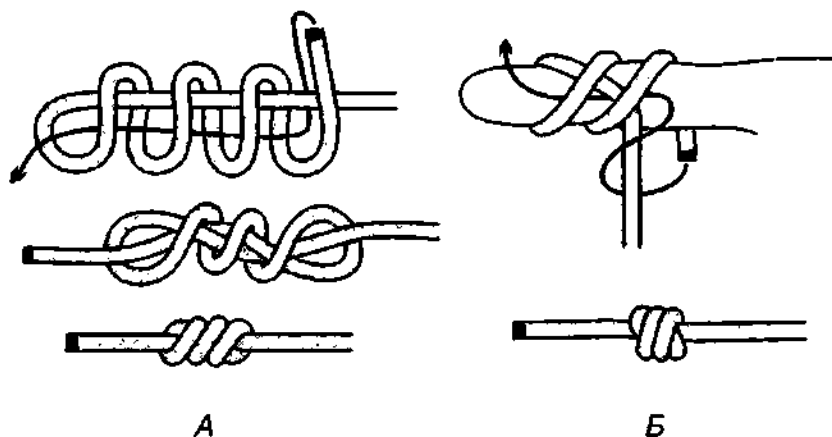

Рис. 81. 2-й способ вязки *коровавого узла*: А – *тройной простой узел*; Б – *двойной простой узел*, завязанный на пальце.
**2-й способ вязки *коровавого узла*.** Ходовой конец обносится вокруг коренного и пропускается внутрь сквозь все шлагги (рис. 81). Этим способом удобнее формировать узел вокруг пальца, ладони руки или какого-либо предмета округлой формы (рис. 81 Б). Обмотав ходовым концом коренной конец и предмет, узел снимается с предмета, и ходовой конец пропускается внутрь шлаггов. Чтобы узел затянулся ровно и без перехлёстов, необходимо одновременно тянуть за оба конца.